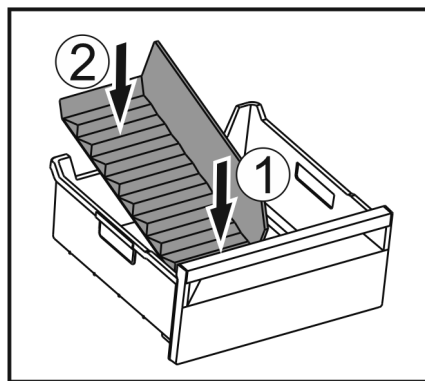

Fig. 140
- ▶ 装入冰格分隔器前部。Fig. 140 (1)
- ▶ 将冰格分隔器后部放低至抽屉底板。Fig. 140 (2)